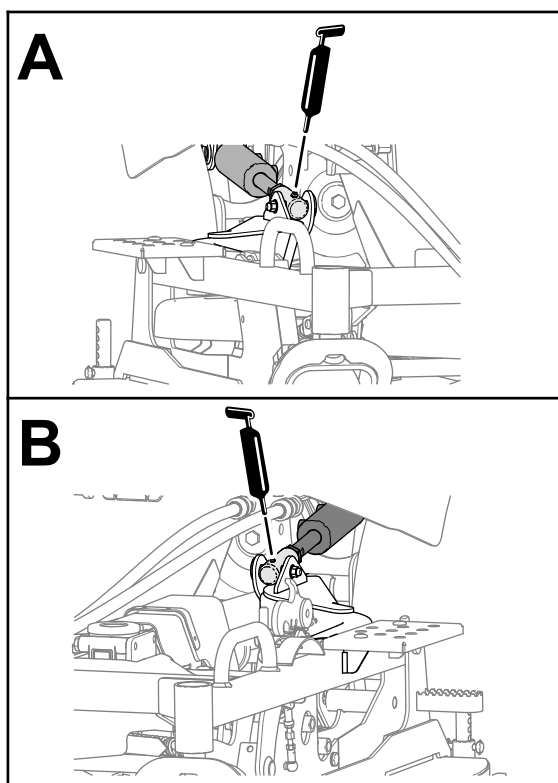

Figura 44
- Uniões da barra para os cilindros da plataforma de elevação (Figura 44).